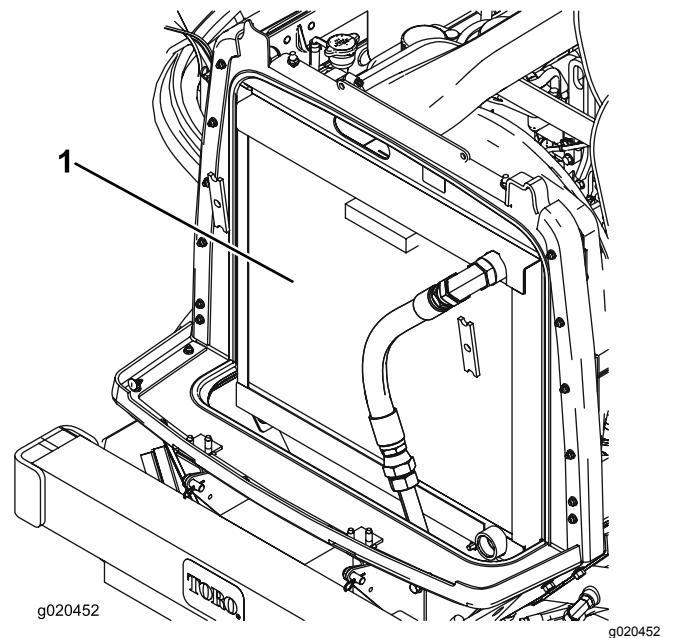

Figura 98
3. Pulite accuratamente entrambi i lati dell'area del refrigeratore dell'olio e del radiatore utilizzando aria compressa (Figura 98).